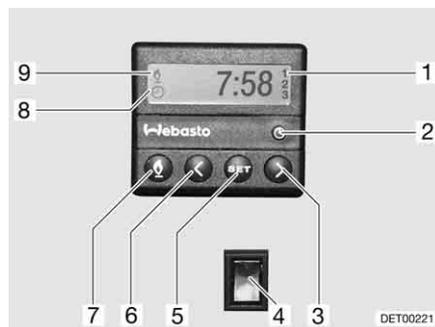

Bild 168 Bedieneinheit für Standheizung
- Taste (Bild 168,7) drücken. Der Heizbetrieb wird durch das Symbol (Bild 168,9) angezeigt. Das Gebläse wird erst bei einer Kühlwassertemperatur von 30 °C zugeschaltet.
- Taste (Bild 168,7) drücken. Das Symbol (Bild 168,9) erlischt.
- Schalter (Bild 168,4) unten drücken. Motor wird vorgewärmt. Das Gebläse wird sofort zugeschaltet.
- Schalter (Bild 168,4) oben drücken. Motor bleibt kalt.
- Taste (Bild 168,2) drücken. Die Uhrzeiteinstellung wird durch das Symbol (Bild 168,8) angezeigt.
- Mit den Tasten (Bild 168,3 und 6) die Uhrzeit einstellen.
- Taste (Bild 168,5) drücken.
- Innerhalb von 10 Sekunden mit den Tasten (Bild 168,3 und 6) die Einschaltzeit einstellen.
- Taste (Bild 168,5) so oft drücken, bis die gewünschte Programmnummer (Bild 168,1) im Display angezeigt wird.